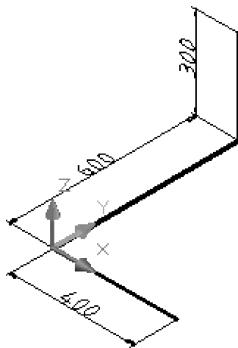
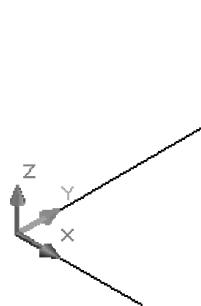
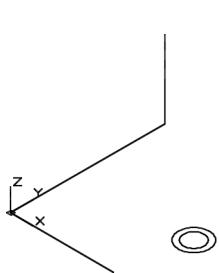

图 13-36 三维多段线
图 13-37 打开图形示例
图 13-40 创建扫掠对象
绘制三维多段线，如图13-36所示。提示如下。
- 4) 结果如图 13-36 所示。
- 1) 绘制或打开图 13-36 图形，结果如图 13-37 所示。
- 1) 绘制或打开图 13-36 图形，如图 13-40 所示。
- 3) 指定某处为圆心，分别输入半径 60 和 40，按〈Enter〉键，如图 13-40 所示。